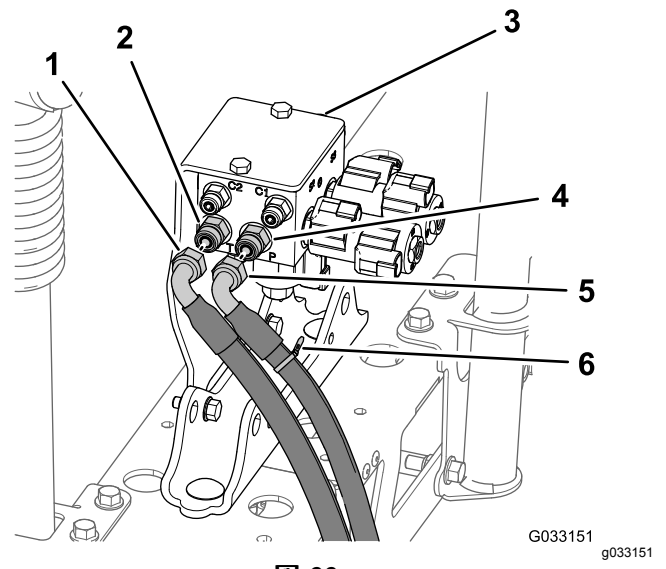

図 66
- ブーム昇降マニホルドから、高圧側と戻り側のホースを外す 図 66。
- ブーム昇降マニホルドのポートPに接続されている高圧側ホースに、ケーブルタイでマーキングする 図 66。